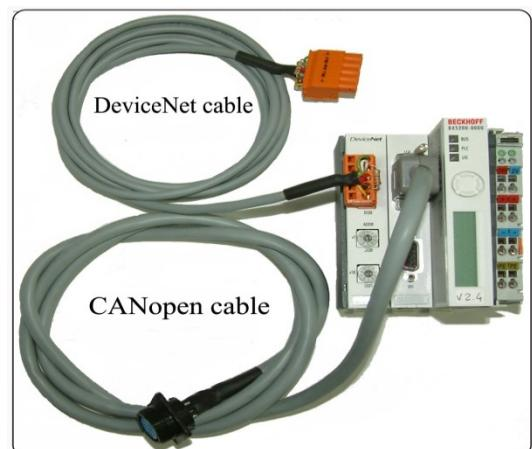

Abb. 2.4
2.4 Aufbau von Art. 210.00 (siehe Abb. 2.4).